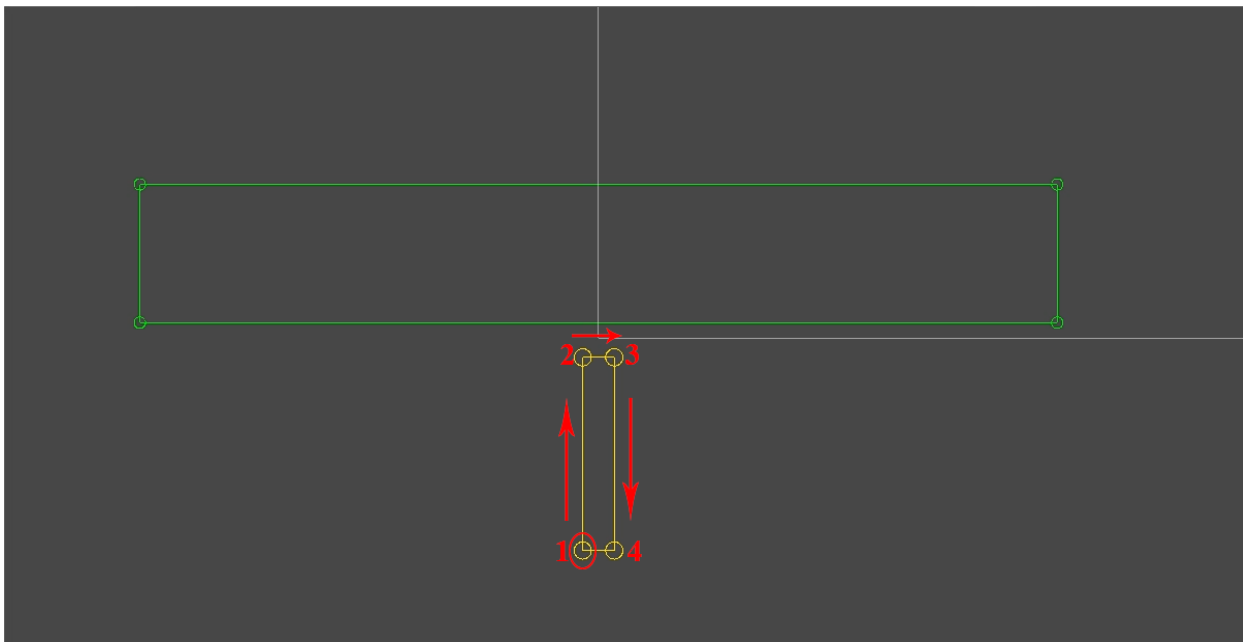

Рисунок 7
- 1) Создание контура для инструмента. У этого контура обход по точкам должен быть по часовой стрелки, точка окончания должна лежать на одной линии по оси X с первой точкой в контуре (Y должны быть равны) и так же X должна быть больше чем у первой точки. В результате получается вот такой контур, рисунок 7. В коде это класс «Cutter», метод «GetAllContour».